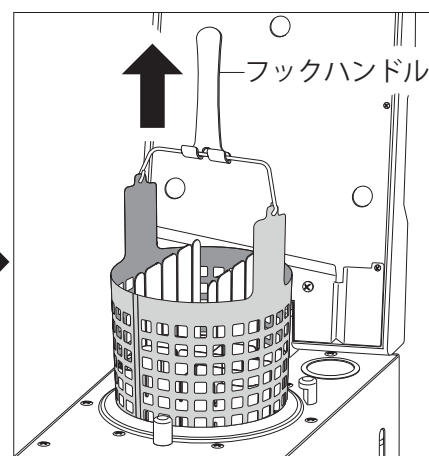

図 15
- 5) ドアを開いてフックハンドルを用いてバスケットを取り出し、滅菌物を取り出します。（図 15）